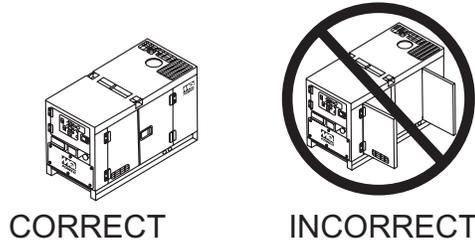

Figure 37. Portes du Coffret du Moteur
2. Connectez la charge aux **prises** ou **aux attaches de la borne de sortie** comme l'illustre la (Figure 37). Ces points de connexion de la charge peuvent se trouver sur le panneau de la borne de sortie et sur le panneau de montage par câble de la borne de sortie.
4. Fermez toutes les portes de l'enceinte du moteur (Figure 37).